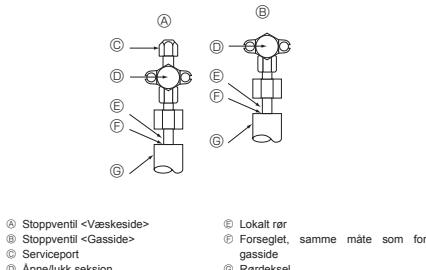

Fig. 5-4
5.4. Kjølemiddelrør lufttettethetsfestningsmetode (fig. 5-4)